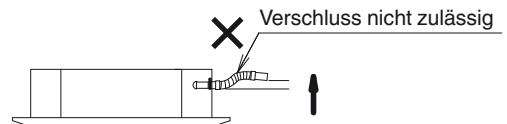

Abb. 3-10
- Den Schlauch nicht so verlegen, dass sich Wasser in ihm sammeln oder stauen kann. Dies kann ungewöhnliche Geräusche verursachen. (Abb. 3-10)